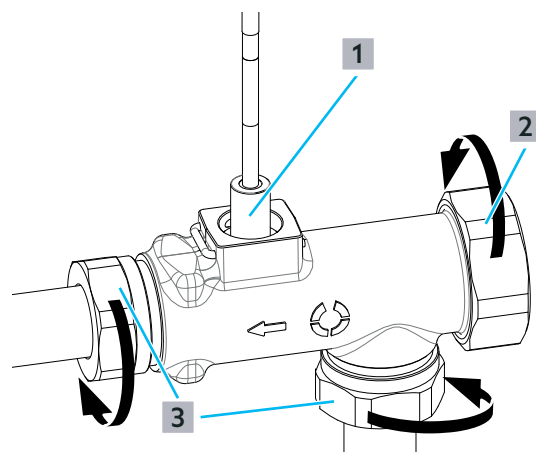

Fig. 24: Montage du capteur de débit
10 Visser le capuchon de fermeture ((2) sur la Fig. 24 en page 31) sur le raccordement de bouclage.